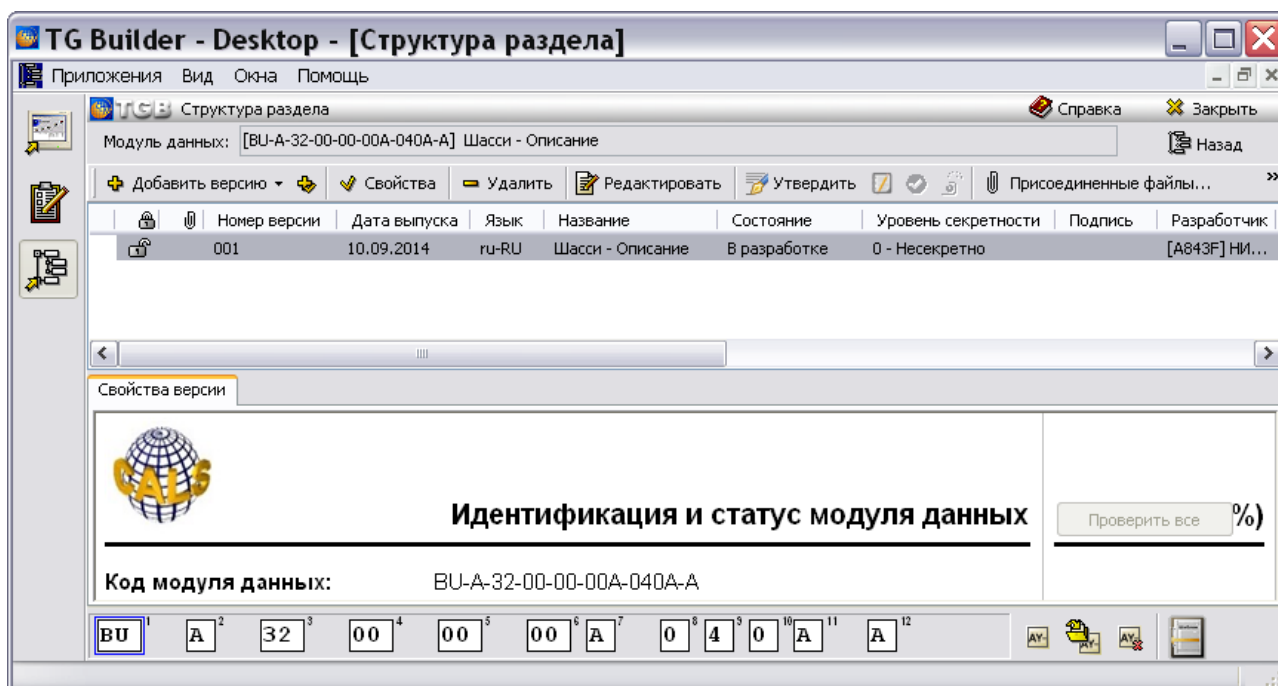

Рис. 5.6
Выберите из списка предложенных версий **Новая версия (по умолчанию)**. В редакторе версий модуля данных появится созданная версия (Рис. 5.6).
1. В редакторе версий модуля данных выделите версию, нажав на ее название левой кнопкой мыши. При этом станут активными инструменты, находящиеся в верхней части диалогового окна (Рис. 5.6).